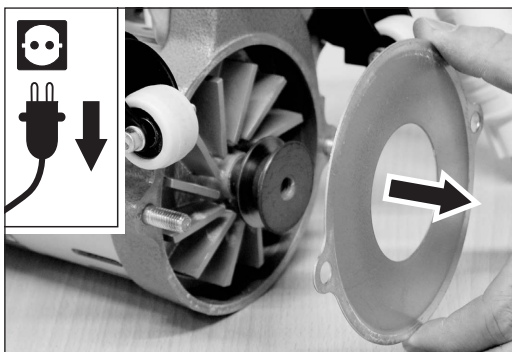

Abb. 56 Entfernen der Ventilatorabdeckung.
- Entfernen Sie die Ventilatorabdeckung (Abb. 56).